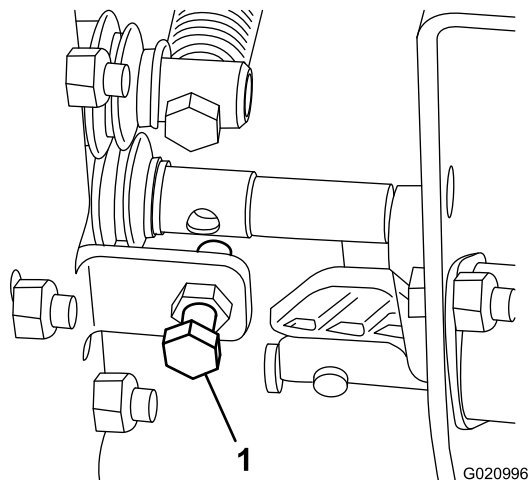

Bild 25
- Wenn die Hubgeschwindigkeit der Maschine zu langsam oder zu schnell ist, stellen Sie die Schraube ein, siehe Bild 25.